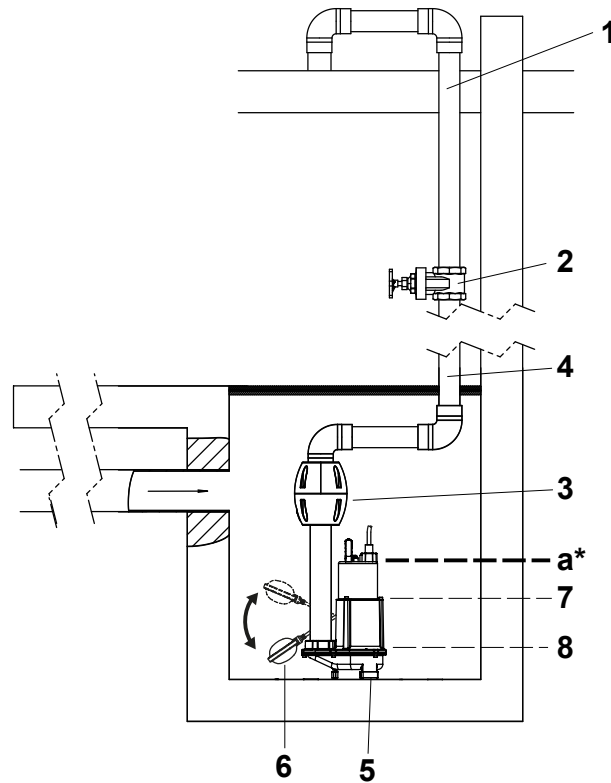

Figura 2 Esempio di installazione, vasca in calcestruzzo
- Oltre ad una temperatura del fluido di 60 °C, fino a un massimo di 80 °C, non si deve superare il livello massimo dell'acqua (vedere figura 2, "a" contrassegnata sopra). Il cavo di alimentazione della pompa deve essere fissato in modo che non possa entrare in contatto con il fluido a temperatura superiore a 60 °C.